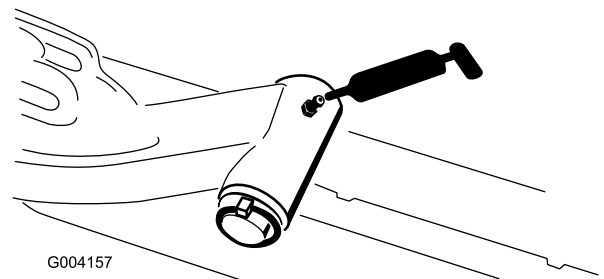

Figura 53
- Alberi di articolazione dei bracci di sollevamento (1 cad.) (Figura 53)